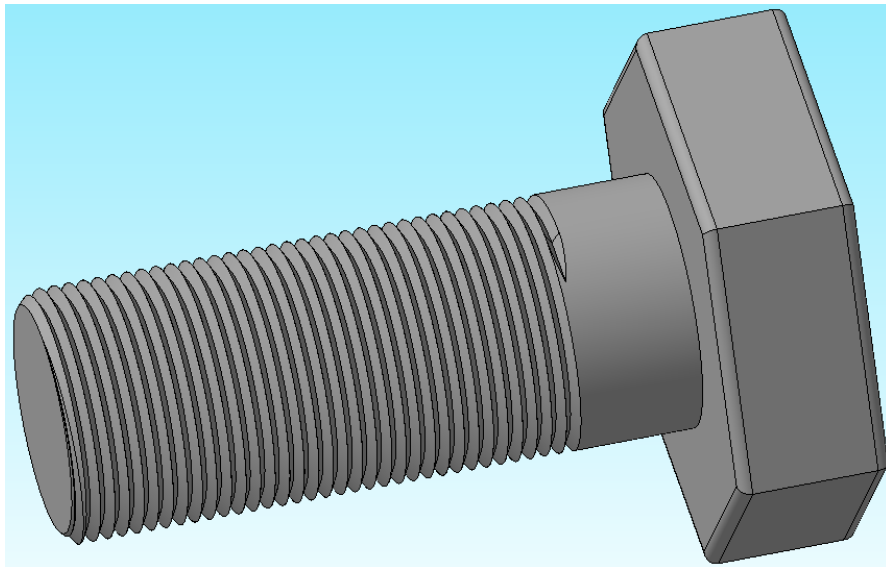

Рис. 1.4.3 Болт з метричною різьбою
Готова деталь показана на рис. 1.4.3.
2. Створити модель болта з метричною різьбою (рис. 1.4.3) з наступними параметрами: зовнішній діаметр 42 мм, крок 2 мм.